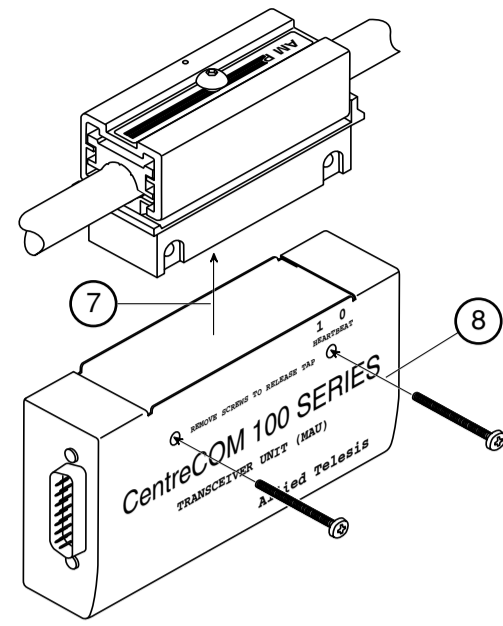

図7 トランスシーバー本体取り付け
⑦ タップ本体の3本のピンがタップ本体に対して直角となっていることを確認し、トランスシーバー本体を取り付けます。トランスシーバー本体がタップ本体に簡単に取り付けられない場合、ピンが曲っていたり、斜めになっている可能性があります。その場合、無理に押し込もうとせずに、ピンを垂直に直してから取り付けてください(図7)。
⑧ トランスシーバーの前面から固定ねじ(2本)を取り付けてください(図7)。